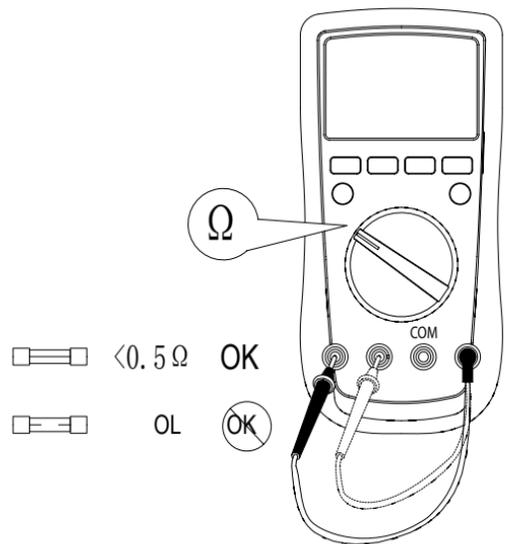

图13
- 2) 在测量电流、三极管hFE时,仪表显示毫无反应,应立即检查仪表内置相关保险丝管有无被烧断,如确认保险丝管已被烧断,应立即按原规格更换保险丝管。(详见图13)